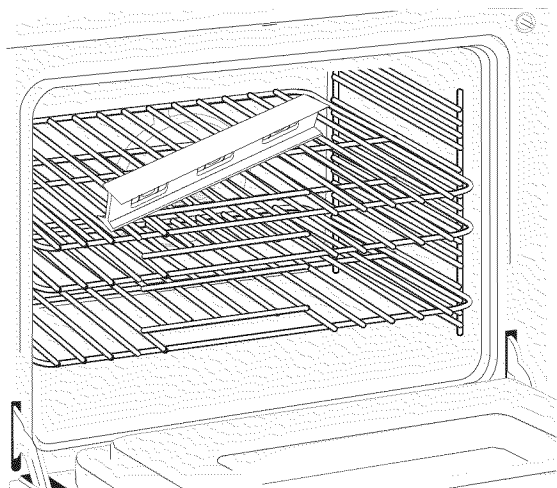

Figura 7
2. Ponga un nivel sobre la parrilla (figura 7). Ponga un nivel sobre la parrilla. Tome dos lecturas con el nivel puesto diagonalmente en una dirección y después en la otra. Nivele la estufa, si es necesario, ajustando las 4 patas niveladoras con una llave de tuercas (vea la página 19).